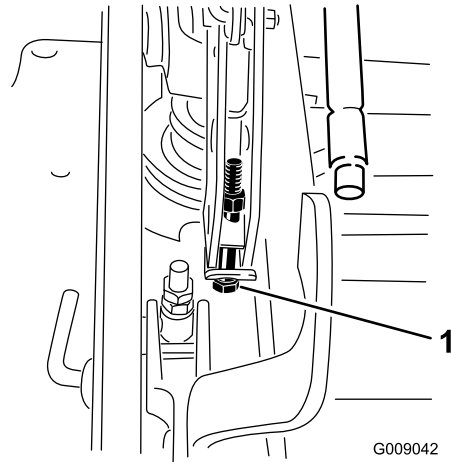

Рисунок 85
13. Якщо кожух занадто низький, затягніть болт для регулювання з однієї точки, повернувши його за годинниковою стрілкою. Якщо кожух занадто високий, ослабте болт для регулювання з однієї точки, повернувши його проти годинникової стрілки (Рисунок 85).